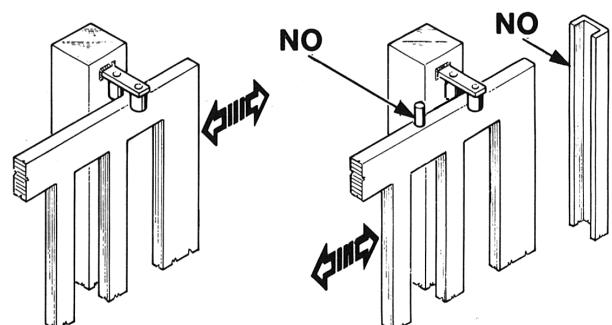

FIG. 3
Las columnas de la verja tienen que llevar en su parte superior unas guías anti-descarrilamiento (Fig. 3) para evitar desenganches involuntarios.
**N.B.:** Eliminar los topes mecánicos del tipo descrito en el Fig.3.